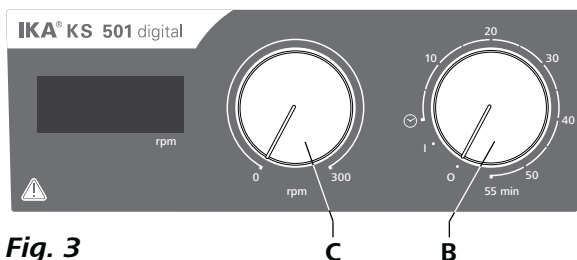

Fig. 3
- ☞ Kytke laite päälle kääntämällä kiertonuppia ”**Päälle/pois**” ja ”**ajastin**” (B, katso Fig. 3) myötapäivään asentoon ”1”.
- ☞ Kytke laite pois päältä kääntämällä kiertonuppia ”**Päälle/pois**” ja ”**ajastin**” (B) asentoon ”0”.
- ☞ Aseta moottorin kierrosluku säätönupilla ”**Kierrosluku**” (C, katso Fig. 3). Moottorin kierrosluku voidaan asettaa välille 0 - 300 rpm.